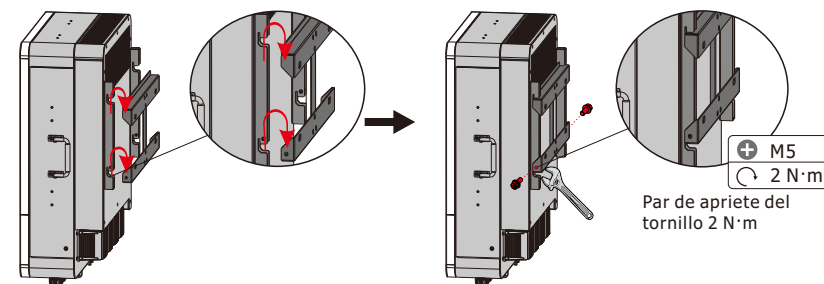

Figura 3.4-2 Instalando un Inversor
**Paso 2.** Levante el inversor para suspenderlo en el soporte de instalación. Podemos prevenir robos bloqueándolo. Ver figura 3.4-2.